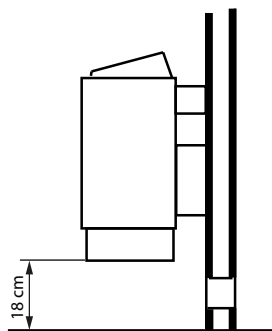

Рис. 6
- Навесить печь на стену (рис. 6).